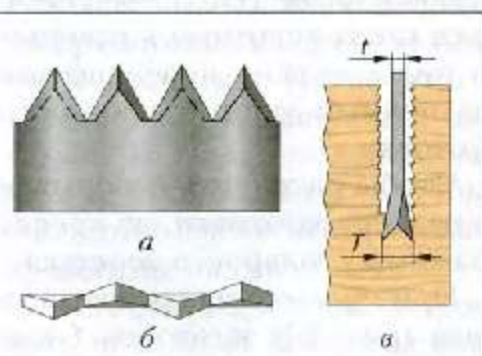
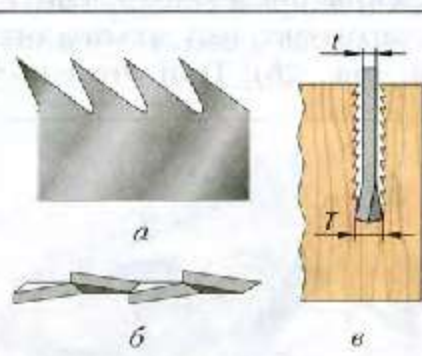

Рис. 24. Зубья пилы для поперечного пиления: *a* – форма зубьев; *б* – вид разведённых зубьев; *в* – процесс пиления (вид со стороны пласти заготовки)
Рис. 25. Зубья пилы для продольного пиления: *a* – форма зубьев; *б* – вид разведённых зубьев; *в* – процесс пиления (вид со стороны пласти заготовки)
Пилы для *поперечного* пиления (пиления поперёк волокон древесины) имеют прямые зубья (рис. 24, *a*), для *продольного* пиления (вдоль волокон) – наклонные (рис. 25, *a*).
При пилении заготовки полотно пилы трётся о стенки пропила. Чтобы полотно не заклинивало (не застревало) в пропиле, зубья должны быть *разведены*, т. е. отогнуты поочередно в разные стороны (рис. 24, *б*, 25, *б*). В этом случае пропил становится шире, и полотно пилы при пилении не застревает в нём. Ширина развода зубьев (T) обычно равна: $T = (1,5...2) \times t$, где t – толщина полотна пилы.